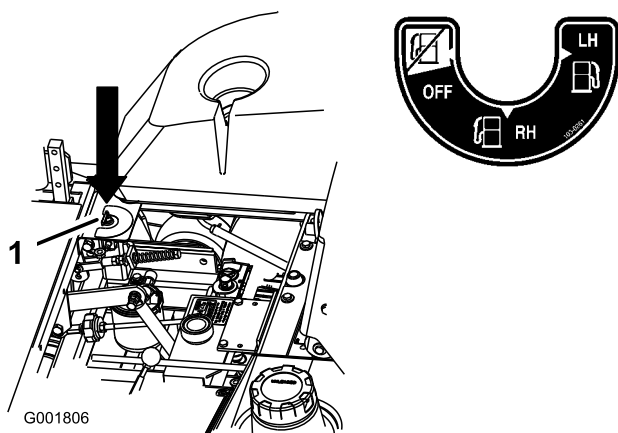

Figure 6
La machine possède deux réservoirs de carburant : un à gauche et un à droite. Chaque réservoir est raccordé au sélecteur d'où part une conduite d'alimentation commune reliée au moteur (Figure 6).
de carburant droit, tournez le sélecteur vers la droite (RH) (Figure 6).